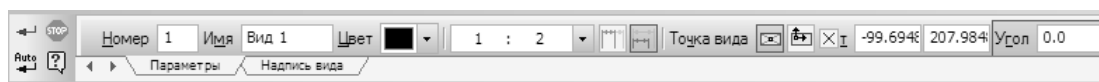

Рис. 29. Панель свойств параметров текущего вида
- 3) сделайте необходимые изменения (рис. 29);